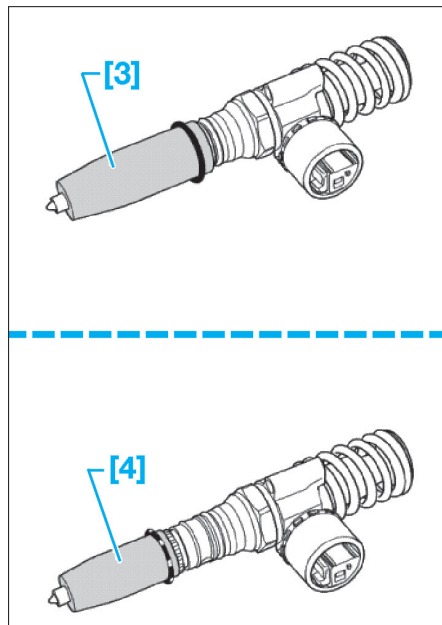

Fig. 46
- [3]. Adaptateur pour le remontage du joint supérieur d'injecteur-pompe (moteur BKD : ref. T10164/1 ; moteur BMN : ref. T10308/1) (Fig.46).
- [4]. Adaptateur pour le remontage du joint inférieur d'injecteur-pompe (moteur BKD : ref. T10164/2 ; moteur BMN : ref. T10308/2) (Fig.46).
• À l'aide de douilles appropriées [3] et [4], monter des joints toriques neufs et préalablement huilés sur l'injecteur-pompe, en veillant à ne pas les vriller (Fig.46).